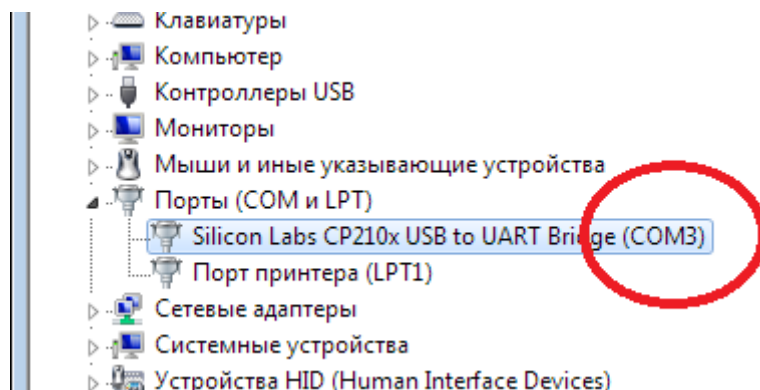

Рисунок 4.1. Чтение номера COM-порта подключенного UART-USB переходника
2. Считать COM-порт (см. рисунок 4.1):